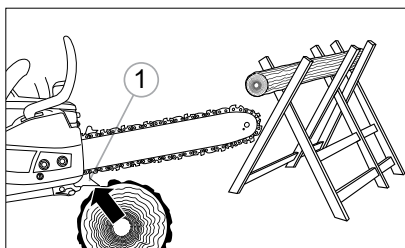

Fig. 19
În cazul tăierii transversale, suportul (opritorul) dințat 1 (Fig. 19) trebuie așezat pe bușteanul tăiat.
3. Așezați vârful sub formă de ac a pistolului (seringii) în orificiul de lubrifiere și introduceți lubrifianțul până la apariția pe marginea exterioară a roții dințate de lanț a șinei (Fig. 19).